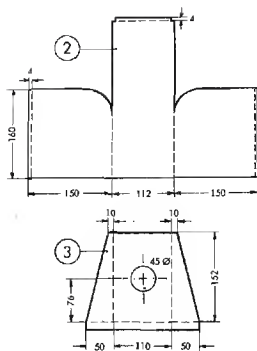

Fig. 316. Sviluppo delle pareti.
Cassetta per la lampadina: La parete anteriore (3) è di lamiera stagnata o zincata 0,6-0,7 mm; la sua forma risulta dalle figure 316 e 317. Essa viene avvitata con precisione sul basamento, in modo che sia perfettamente verticale; la sua distanza dal filamento deve essere di 73 mm circa. L'apertura centrale prosegue nel tubo (11) il cui diametro interno dipende da quello esterno della lente di condensazione. Quest'ultima, composta di due lenti 45-50 mm, lunghezza focale 60 mm, in un tubo metallico, può anche essere acquistata in un negozio specializzato unitamente al tubo di guida. In mancanza di tubi pronti adatti, possiamo costruirli di lamiera zincata (v. parte XIV); questo vale anche per l'obiettivo.